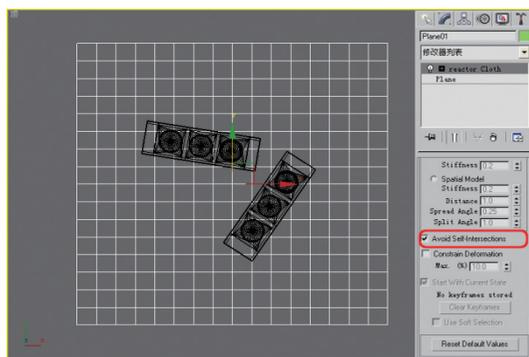

图9-42 避免自相交
**05** 在reactor Cloth参数面板中, 启用Avoid Self-Intersections复选框, 从而避免布料产生自相交而影响效果, 如图9-42所示。